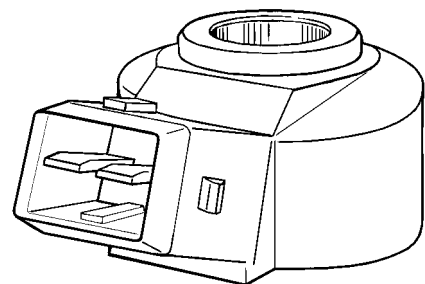
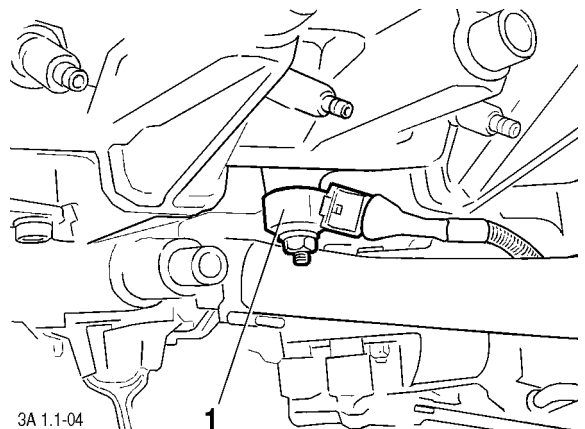

Abb. 1.1-09. Klopfsensor
Abb. 1.1-10. Lage des Klopfsensors am Motorblock:
Der Klopfsensor (KS) (Abb. 1.1-09) ist am Zylinderblock (Abb. 1.1-10) eingebaut. Im Klopfsensor wird ein piezokeramischer Fühler verwendet, der das Wechselspannungssignal generiert. Die Amplitude und Frequenz des Signals entsprechen den Schwingungsparametern des Motors.